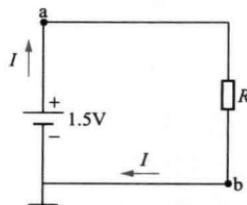

图 1-3 电池组成的闭合回路图
在实际用电当中，以电池组成的闭合回路，电流是从电池的正极流出，经过负载，再流入电池的负极。如图 1-3 所示，电流不仅有方向，而且有大小之分。为了能定量地描述电流的大小，我们通常把在某一单位时间内，通过某横截面的电荷数的多少，就定量为电流强度 (I)。将电荷数的多少用电量 q 表示，单位时间用 t 表示，那么得到电流基本运算公式如下：
习惯上，我们经常把某一点的电压称作电位（或电势）。如图 1-3 所示，干电池 \oplus 极处为高电位，负极为零电位处；a 点也为高电位，b 点为低电位。而两点之间的电位差就为这两点间电压差（或称为电位差、电势差），习惯上就称为电压。图 1-3 中， $U_a - U_b = U_{ab} = U_R$ ，即为电阻 R 两端的电压。它总是和电路的两个点的位置有关，电压仍然有方向性，电压的方向规定为由高电位端（+极）指向低电位端（-极），也就是电位降低的方向。例如，图 1-3 中电压方向是由电池的正极（+）指向电池的（-）极，在电阻 R 上产生电压降。
习惯上，高电位处我们就用这位置实际电压数值表示，而低电位的负极用“ \perp ”或“ \pm ”表示零电位处，常称电位地。如图 1-3 所示中 a 点用 1.5V 表示，b 点处用“ \perp ”表示零电位。
我们知道，电是用电压和电流来描述的，那么电流与电压有什么关系呢？在图 1-3 中，电阻 R 是对电流起阻碍作用的，这个